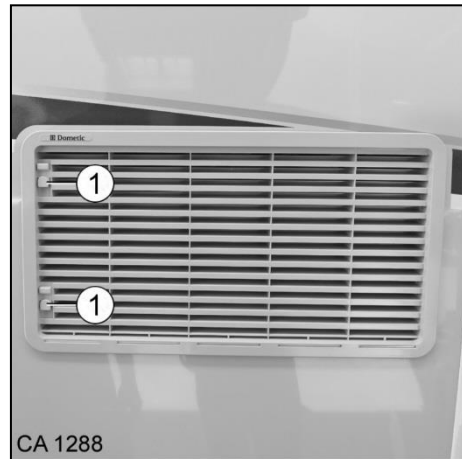

Fig. 126 Grille de ventilation du frigo variante 2
2. A l'aide d'un objet plat (clé du véhicule par ex.), glisser les verrous (Fig. 126/1) vers le haut.
2. Rentrer le côté gauche et glisser le verrou (Fig. 126/1) vers le bas.